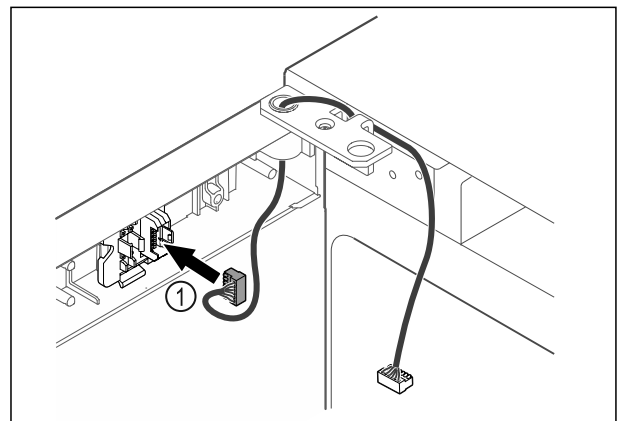

Fig. 49
- Zasuňte zástrčku Fig. 49 (1) do držiaka zástrčky.